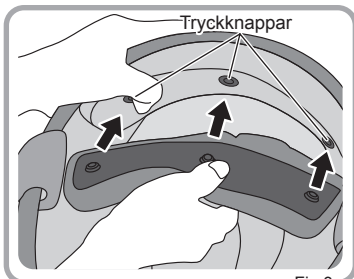

Fig.3
3. Som visas i Fig. 3, sätt in vadderingen på vindlucka-2 jämnt på insidan av gummilisten från båda sidor mot mitten.